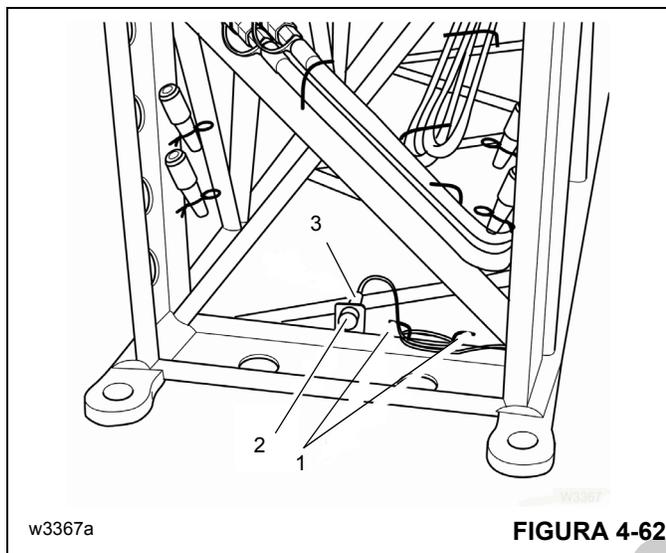

FIGURA 4-62
Hay un cable con un enchufe (3) en la parte trasera de las secciones de 4.9 m (16 pies) (Figura 4-62).